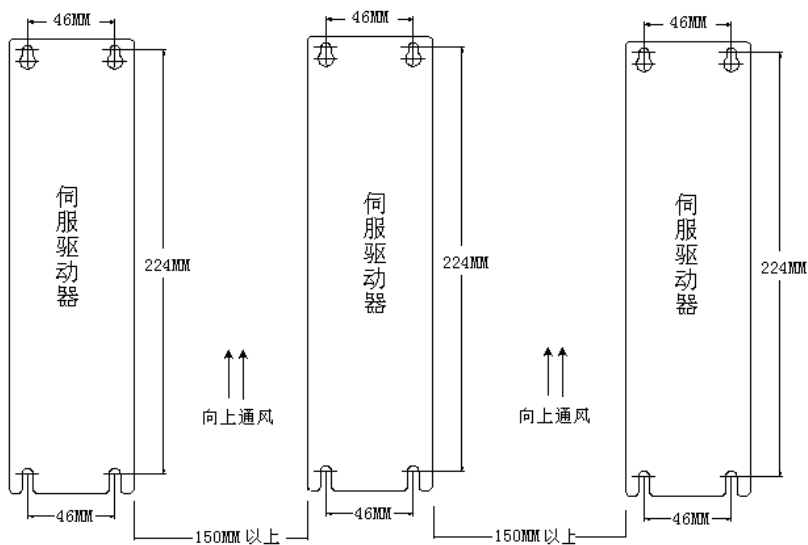

图1.3 安装方位图
- 一、注意安装方向（见图 1.3）。
- 二、注意安装间距（见图 1.3）。